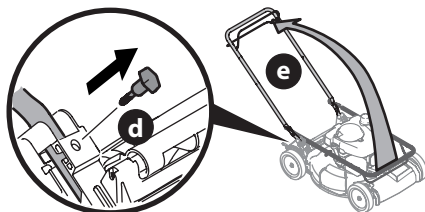

Figura 2
2. Extraiga los pernos T (d) de los soportes de la manija (Figura 2).
3. Mientras estabiliza la cortadora de césped para que no se mueva, gire la manija superior (e) hacia arriba (Figura 2). No preñe los cables del control de la transmisión o de la cuchilla mientras levanta la manija.